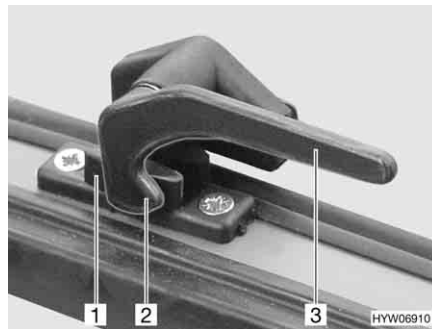

Bild 78 Låsarm i läget "stängd"
- Sväng låsarmen (Bild 78,3) ett kvarts varv mot fönstrets mitt.
- Sväng låsarmen (Bild 78,3) ett kvarts varv mot fönsterkarmen. Låsspaken (Bild 78,2) är placerad på insidan av fönsterlåset (Bild 78,1).
- I läget "helt stängt" (Bild 78).